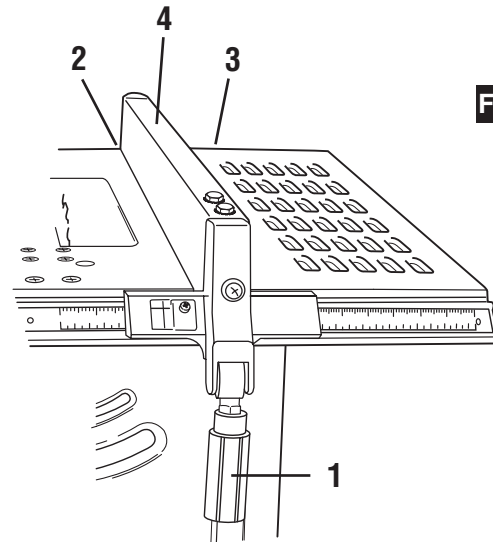

FIG. 24
1. Raise rip fence handle **1** as shown (Fig. 24), so holding clamp **2** is out far enough to fit on the table **3**.
2. Position the rip fence **4** over table, holding up the front end while engaging rear, then lowering front end onto rail. (Fig. 24)
2. Placez le guide de refente **4** sur la table en tenant son extrémité avant soulevée pendant que la partie arrière est engagée, puis abaissez l'extrémité avant sur le rail (Fig. 24).
2. Posicione el tope-guía para cortar al hilo **4** sobre la mesa, sujetando el extremo delantero mientras acopla la parte trasera y bajando luego el extremo delantero hasta el riel (Fig. 24).